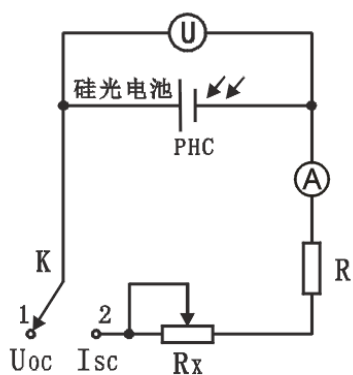

图 12 硅光电池光照特性测试电路
(1) 测量硅光电池的短路电流，如图 12 所示，K 拨向 Isc；